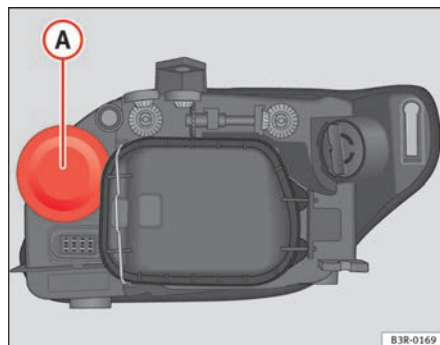

Fig. 214 Lâmpada das luzes indicadoras de mudança de direcção
- Extraia a tampa de borracha ⇒ fig. 214 puxando por ela.